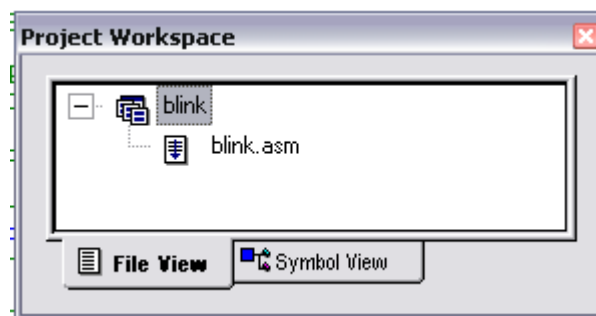

Рис. 15. Диалоговое окно Project Window
- В левом окне IDE Silabs находится древовидная структура **Project Window**, отображающая структуру проекта (рис.15).